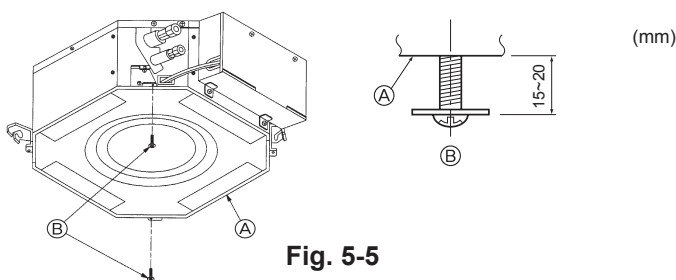

Fig. 5-5
5.3.1. Preparazione (Fig. 5-5)